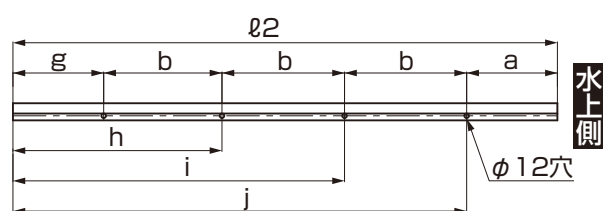
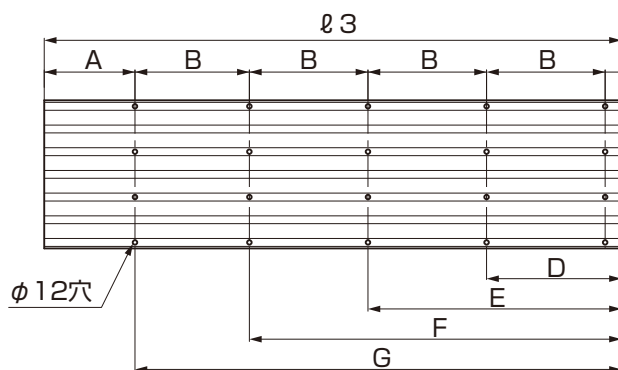
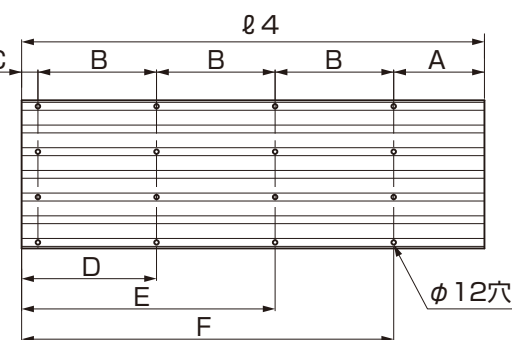

図3-10 側枠上（水下側）加工位置図
図3-11 折板下 加工位置図
図3-12 折板上 加工位置図
①図3-9、図3-10、図3-11、図3-12、表3-5、表3-6を参照して、側枠と折板を加工してください。